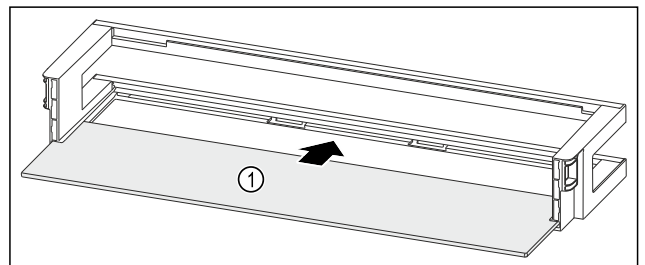

Fig. 94 Vratna polica z odlagalno polico
- ▶ Odlagalno polico Fig. 94 (1) vstavite v stranske utore.